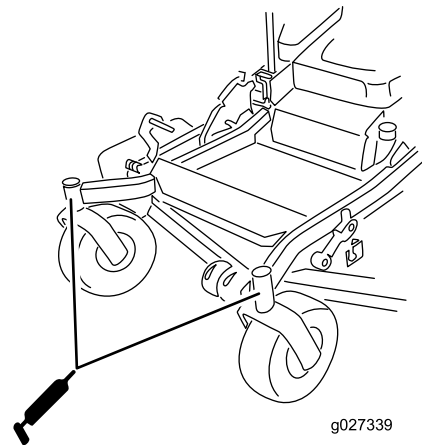

Figure 41
10. Remettez le bouchon hexagonal et le capuchon antipoussière en place (Figure 41).
11. Graissez les roulements des roues pivotantes (Figure 41).